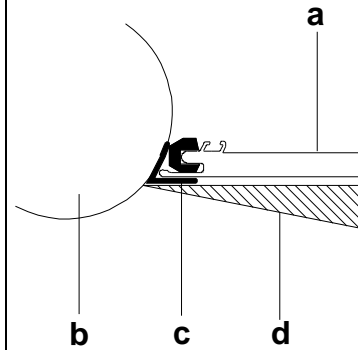

Fig. 2
7. **Appiattare** il tetto salendo nell'imbarcazione e tirando le rizze verso l'alto per evitare che il tessuto si incastri [Fig. 2].